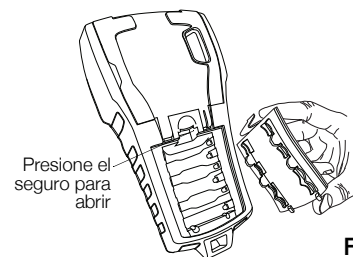

Figura 3
- 1 Presione el seguro en la parte trasera de la etiquetadora para retirar la cubierta del compartimiento de la batería. Vea la Figura 3.